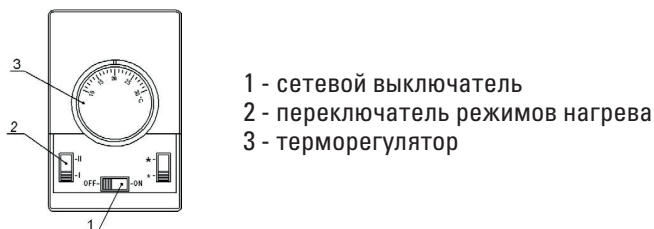

Рис. 2 Пульт управления
4. Управление завесами LTZR-3.0 S, LTZR-5.0 S осуществляется с помощью клавишных переключателей блока управления (см. рис. 1). Управление завесами LTZR-6.0 S, LTZR-9.0 S осуществляется с помощью выносного пульта управления (см.рис.2). Пульт управления позволяет поддерживать необходимую температуру воздуха вблизи места его установки и регулировать тепловую мощность завесы.
6. Подключение к стационарной электросети производить в соответствии со схемами, приведенными на рис. 2, 3 и 4 Приложения. и на корпусе завесы. Жилы кабеля, идущего от источника питания необходимо соединить с жилами силового кабеля, выведенного из корпуса завесы (для завес LTZR-5.0 S, LTZR-6.0 S, LTZR-9.0 S). Соединение производить с помощью клеммной колодки или специальных соединительных зажимов, обеспечивающих надежную изоляцию и фиксацию проводов (в комплект поставки не входят). Завеса LTZR-3.0 S поставляется с подключенным на заводе-изготовителе шнуром питания со стандартной вилкой.